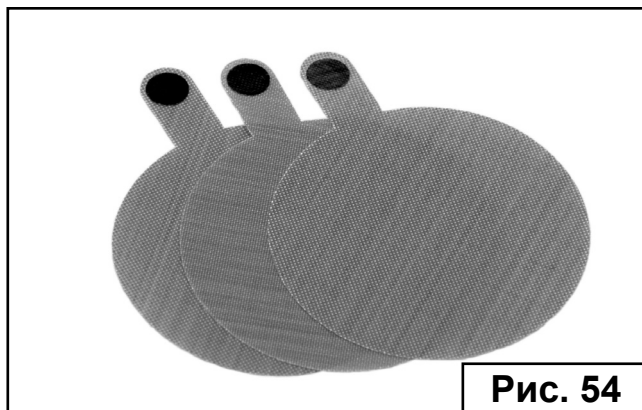

Рис. 54
1. Извлеките специальную салфетку (Рис. 54) из упаковки **при помощи пинцета, входящего в комплект поставки.**